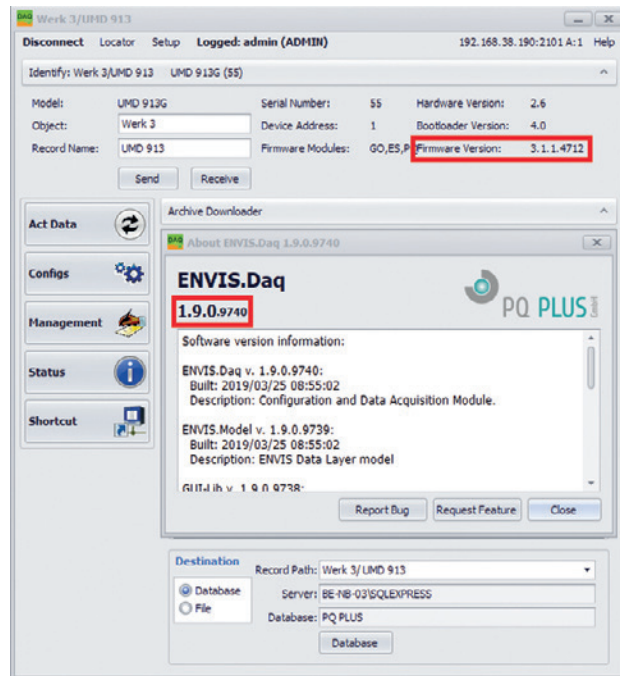

Abbildung 1: ENVIS.Daq — SW- und FW-Version.
- FW-Version \geq 3.1, ENVIS-Version \geq 1.9 (Abb. 1)